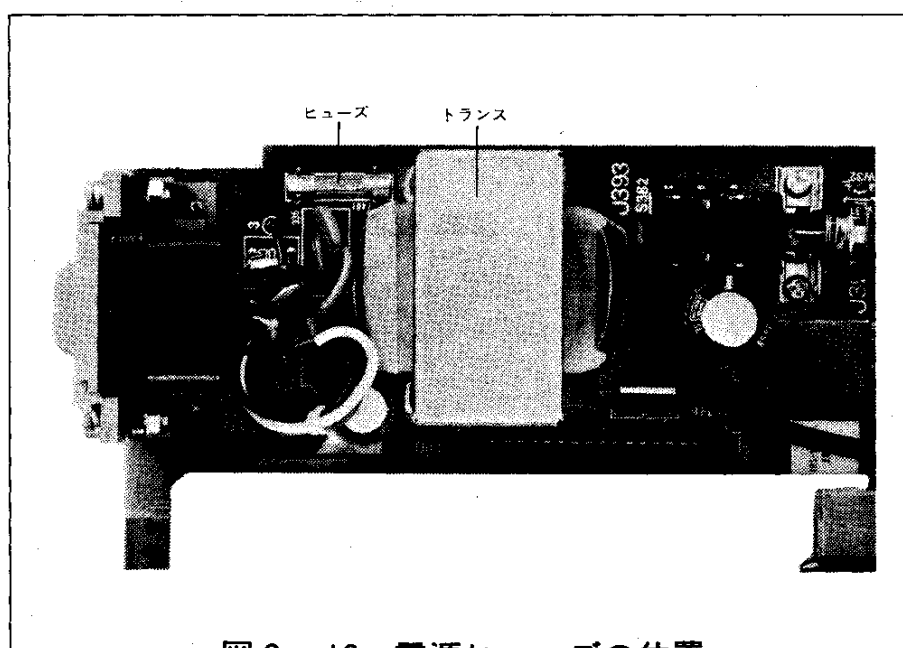

図3-16 電源ヒューズの位置
- ③ 電源ヒューズは、トランスの近くににあります。〔図3-16参照〕